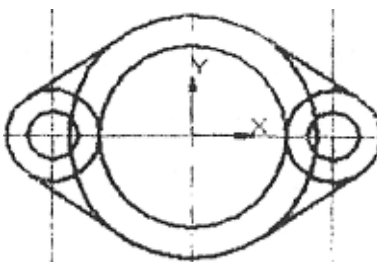

Рисунок 3
5. Постройте вспомогательные прямые на расстоянии 30 мм от осевой линии (см. рисунок 3).